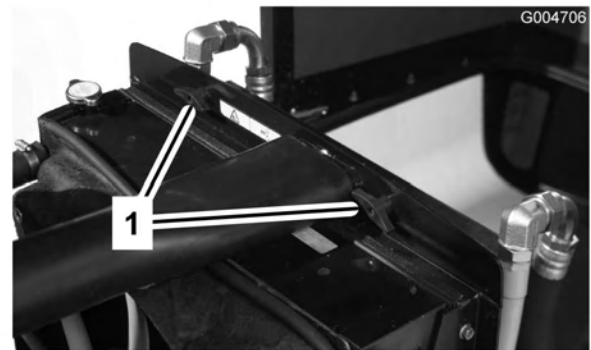

Figura 61
2. Retire los pomos (Figura 61) que sujetan el enfriador de aceite al bastidor.